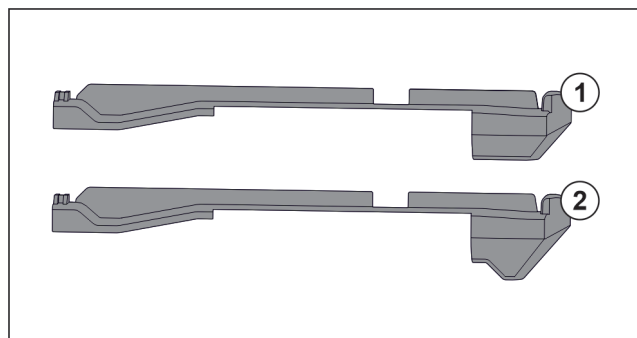

Fig. 128 Krahasimi i pjesëve kapëse
Në pajisje gjenden dy pjesë kapëse të ndryshme. Pjesa kapëse mbi sirtarin më të poshtëm Fig. 128 (2) ka një cep në formë trekëndëshi. Të gjitha pjesët e tjera kapëse Fig. 128 (1) kanë një cep të drejtë.
- ▶ Vendosni pjesën kapëse Fig. 128 (2) me cepin në formë trekëndëshi mbi sirtarin më të poshtëm.
- ▶ Vendosni pjesën kapëse Fig. 128 (1) me cepin e drejtë në të gjitha vendet e tjera.